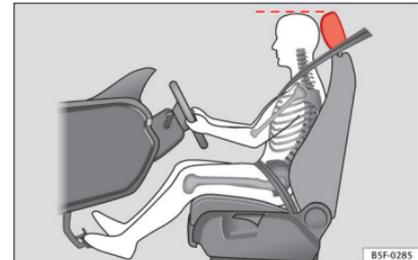

Abb. 81 Die richtige Kopfstützeinstellung des Fahrers.
- Stellen Sie die Kopfstützen so ein, dass die Oberkante der Kopfstütze sich möglichst auf einer Linie mit dem oberen Teil Ihres Kopfes befindet » **Abb. 81**.